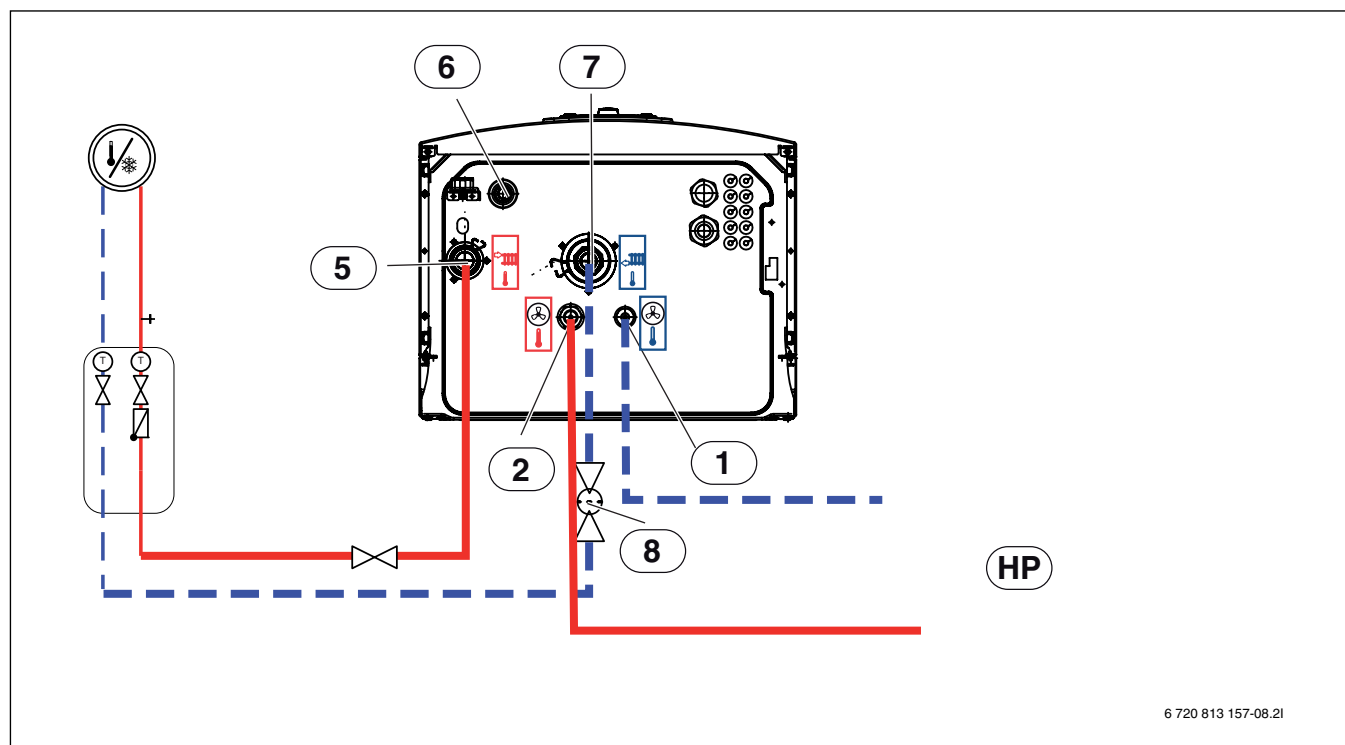

Fig. 36 Conexión de una unidad interior con resistencia eléctrica a una bomba de calor y a un sistema de calefacción
- ▶ Tender la manguera de salida de [6] fig. 36 a una salida libre de heladas.
- ▶ Conectar los tubos de líquido portador de calor de la bomba de calor a [1] fig. 36.
- ▶ Conectar los tubos de líquido portador de calor a la bomba de calor a [2] fig. 36.
- ▶ Conectar el retorno del sistema de calefacción a [7] fig. 36.
- ▶ Conectar la impulsión al sistema de calefacción a [6] fig. 36.